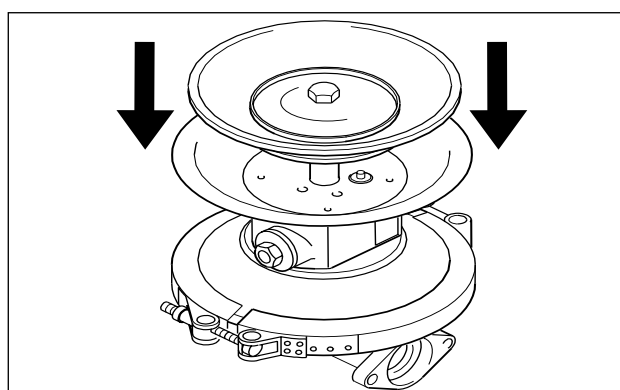
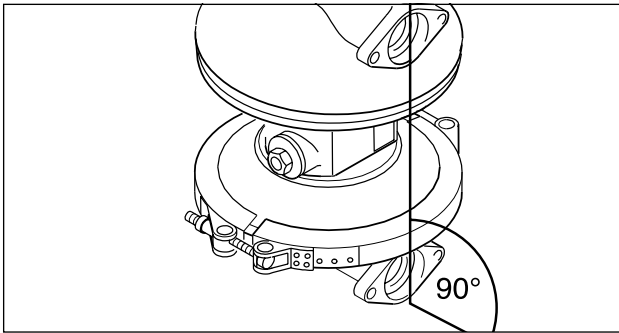

Fig. 15: Montaggio della seconda camera
Fig. 7: Allineamento delle camere
- Assemblaggio della camera pompa: Montaggio del diaframma, fissaggio mediante serraggio del disco esterno del diaframma come illustrato al capitolo "Coppie di serraggio", punto 11. Le camere pompa devono generalmente essere montate con diaframma in posizione aspirazione (spingere il disco del diaframma nella camera d'aria) (Fig. 15). Serrare a fondo l'espansore o la flangia di montaggio. Montare in modo analogo il secondo diaframma. Le superfici della flangia della scatola della pompa devono essere allineate (Fig. 7).